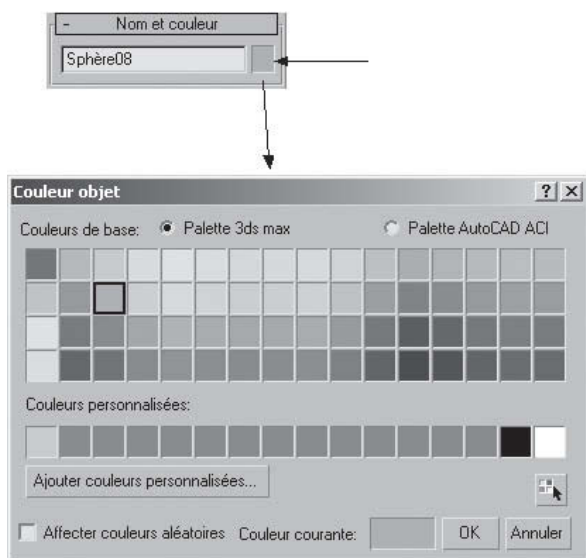

Fig.2.20
- ▶ La couleur, pour identifier l'objet avant la définition des matériaux : dans la zone **Nom et couleur**, cliquez sur le carré de couleur qui ouvre la palette de couleurs (fig.2.20). Sélectionnez la couleur souhaitée. Par défaut, 3ds max affecte des couleurs de manière aléatoire aux objets lors de leur création. Ces couleurs sont choisies dans la palette active de la boîte de dialogue **Couleur objet**. Il est donc parfois utile de la modifier. Pour rappel, la couleur peut aussi être définie via l'utilisation des Couches.